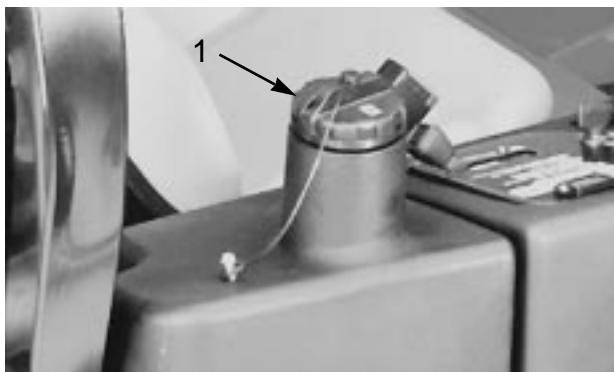

図 20
2. 油圧オイルタンクの注油口周辺をきれいに拭き、キャップ (図20) を外す。